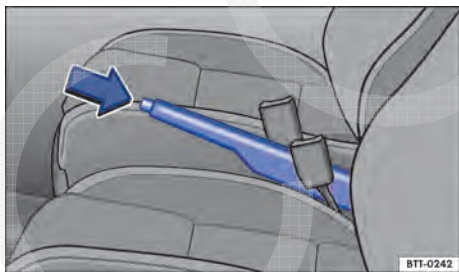

Fig. 138 Entre os assentos dianteiros: freio de estacionamento.
- Puxar a alavanca um pouco para cima e pressionar o botão bloqueador ⇒ Fig. 138 (Seta).